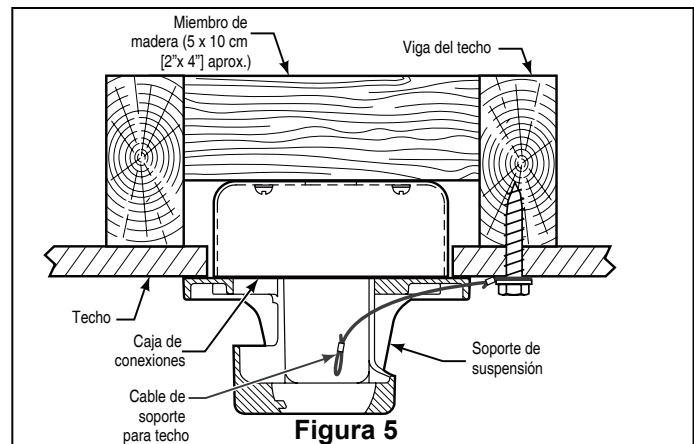

Figura 5
9. Perfore un orificio de $\frac{1}{4}$ " en la estructura del edificio para evitar grietas con la instalación del tornillo de intervalo. Utilice el tornillo de intervalo de $\frac{3}{8}$ " x 2" y la arandela plana para fijar el cable de seguridad a la viga del techo o a la estructura de madera. Dicho tornillo pasará a través de arandela plana, la presilla del cable de seguridad y se fijará en la estructura del edificio. (Figura. 5)
NOTA: el cable de soporte para techo no se puede asegurar solamente a la caja de conexiones; se debe asegurar directamente a la viga de techo o miembro estructural con el tornillo de cabeza cuadrada de $\frac{3}{8}$ " x 2" y la arandela plana. (Figura. 5)